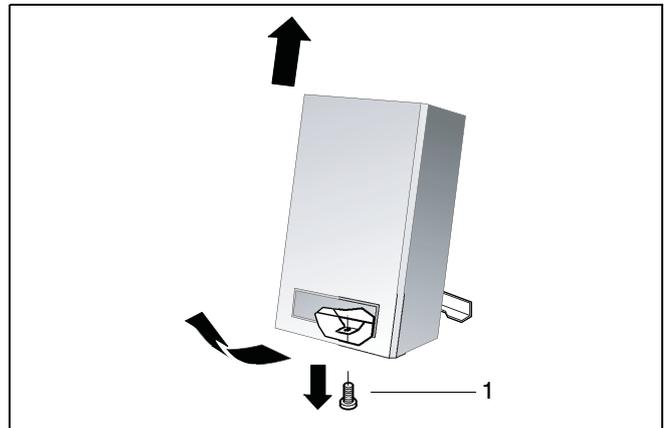

Fig. 4 Rimozione del mantello
- Svitare la vite di fissaggio del mantello (fig. 4, pos. 1).